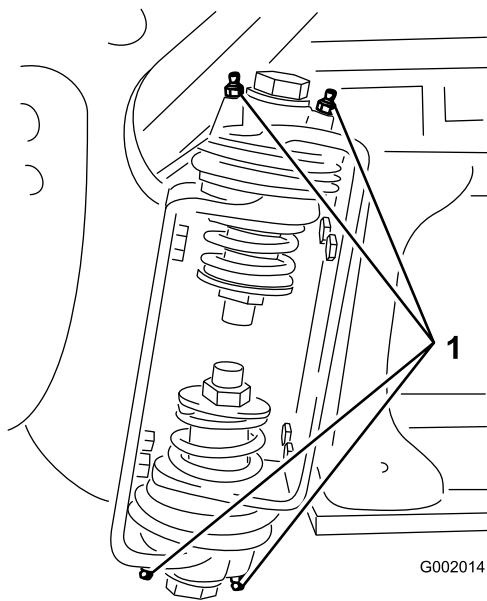

Bild 64
2. Pressen Sie Fett in die Lager oder Büchsen jedes Anschlussstückes (**Bild 64**).